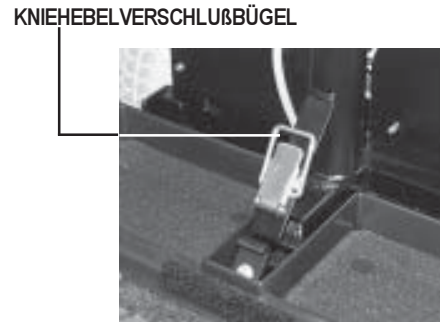

ABB. 17. KNIEHEBELVERSCHLUß
2. Kniehebelverschlussbügel über Kniehebelverschluss positionieren. Siehe Abb. 17.